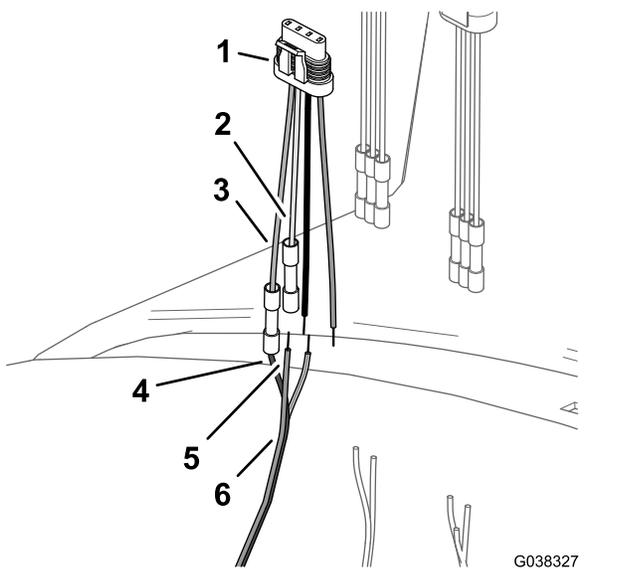

図 39
- DIN ハーネスの茶色線と、レートバルブ用の4ピンアダプタの灰色線を組み合わせる 図 39 レートバルブ用電線の表を参照。
6. DIN ワイヤハーネスの青色線のついたスプライスコネクタを、レートバルブ用4ピンアダプタの緑線に接続する 図 39。